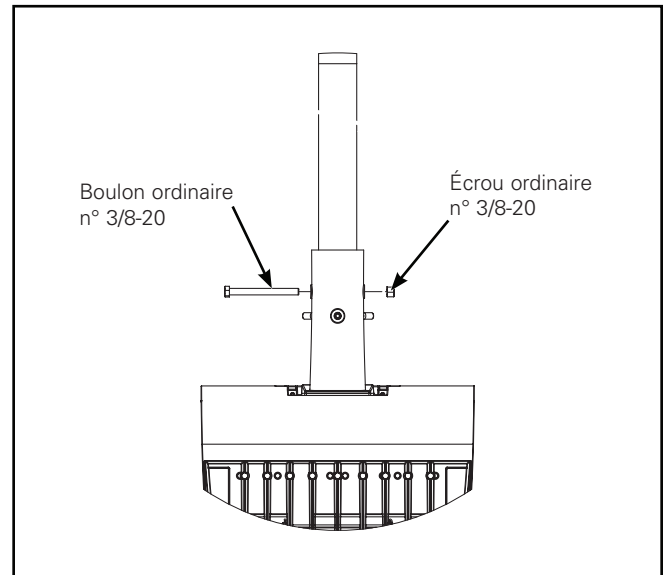

Figure 6.
3. Percer un trou de 11,1 mm (7/16 po) dans la crosse, installer le boulon et l'écrou ordinaires de 9,5 mm (3/8 po), puis serrer à 22,6 Nm (200 po-lb) (Figure 6).